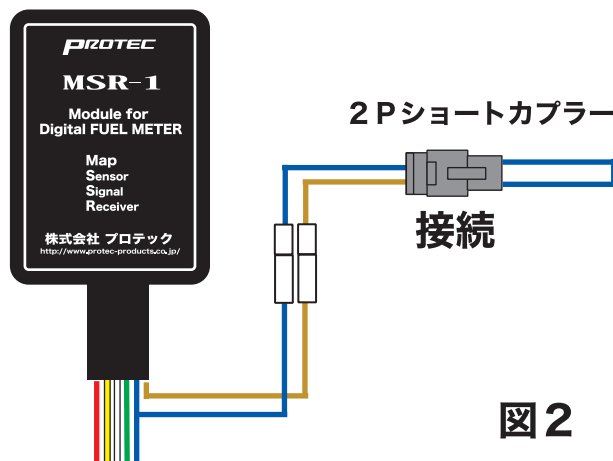

図2
② アイドリング状態で2Pショートカプラーを接続し、5秒以上待つ。（図2）